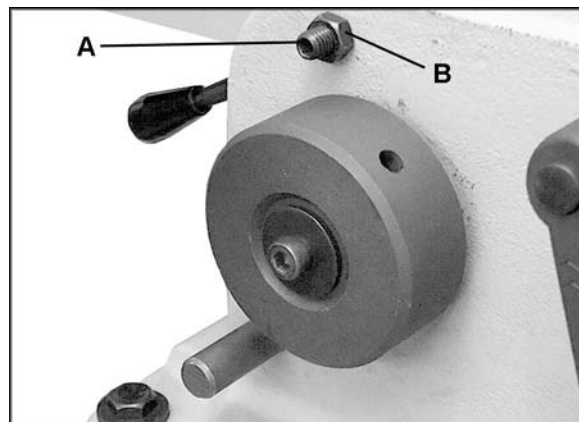

Figura 38
Hay 4 tornillos de ajuste en el frente de la canteadora, dos en la mesa de salida y dos en la mesa de entrada que le permitirán evitar el “juego en las mesas” (La Figura 38 muestra uno de los tornillos de ajuste para la mesa de salida.)
1. Afloje las tuercas huecas (B, Figura 38) con una llave de 14 mm.
3. Ajuste la tuerca hueca (B, Figura 38).